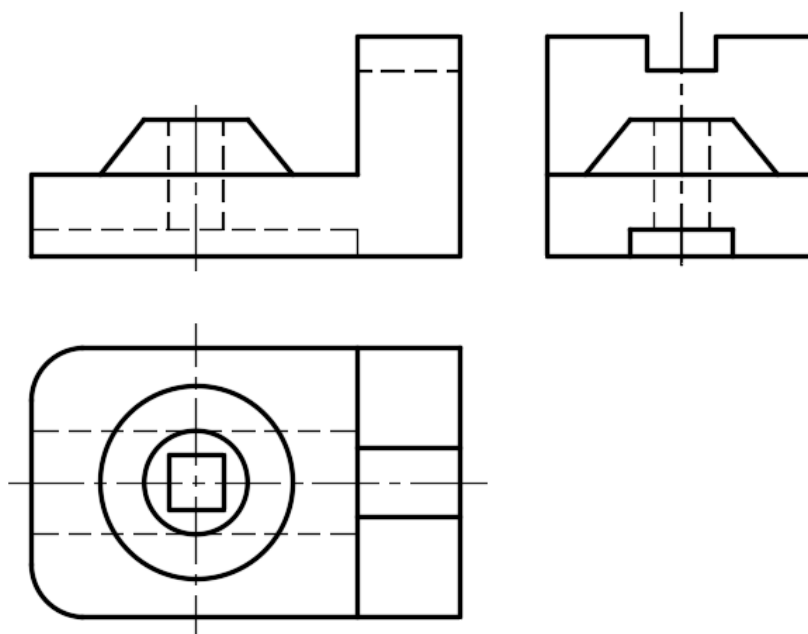

Рис. 4.9
14. Выключить вспомогательный слой (рис. 4.9).
15. Создать копию чертежа исходной детали (рис. 4.9) командой **КОПИРОВАТЬ** и разместить ее рядом справа.
1. Выполнить анализ геометрической формы исходной детали (рис. 4.9):